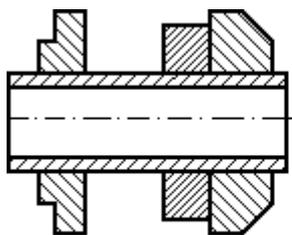

FIGURA 8
7. En cortes sobre representaciones de conjuntos, las diferentes piezas se rayarán modificando la inclinación de  $45^\circ$ , y cuando no pueda evitarse, se variará la separación del rayado (figura 8).